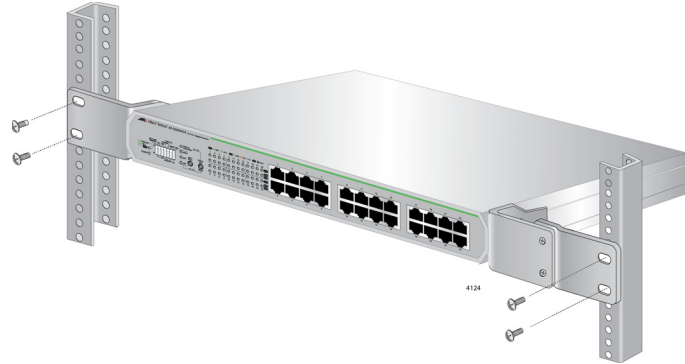

Рисунок 20. Установка коммутатора в стойку для оборудования
6. Установите коммутатор в стандартную 19-дюймовую стойку для оборудования, закрепив его четырьмя винтами, как это показано на рис. 20.